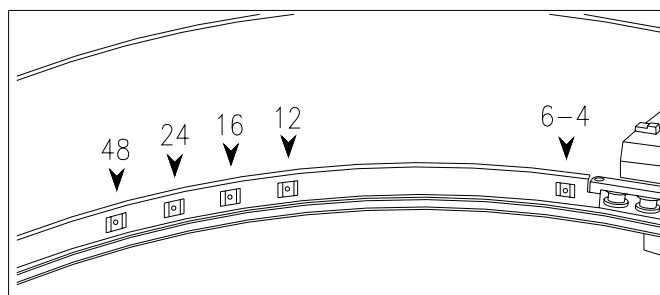
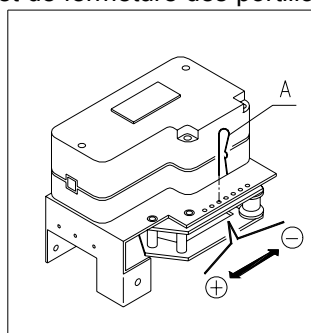

FIG. 14
FIG. 15
8.6 REGLAGE DE L'OUVERTURE DES PORTILLONS (FIG. 14 - FIG. 15)
- Enlever la goupille de blocage pour tendre la courroie dentée concernée, pos. A FIG. 15;
- Faire glisser vers le bas le groupe de mise en tension pos. B FIG. 15 jusqu'à son extraction complète;
- Enlever la lame postérieure pos. C FIG. 15 (présente comme accessoire sur demande);